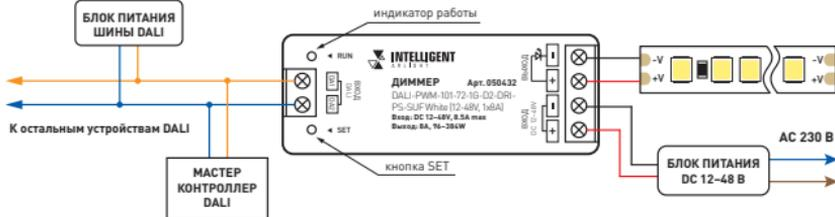
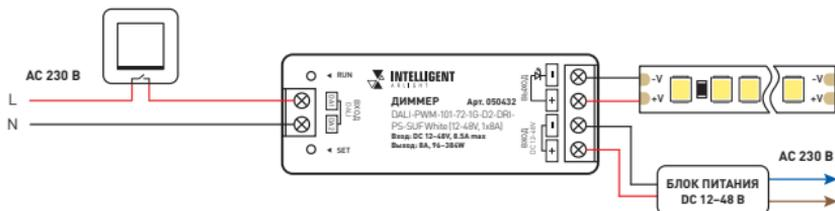

Рис. 2. Схема подключения диммера при управлении по протоколу DALI
Рис. 3. Схема подключения диммера при управлении PUSH DIM
- 3.2. Подключите диммер в соответствии со схемой на рис. 2 или рис. 3.